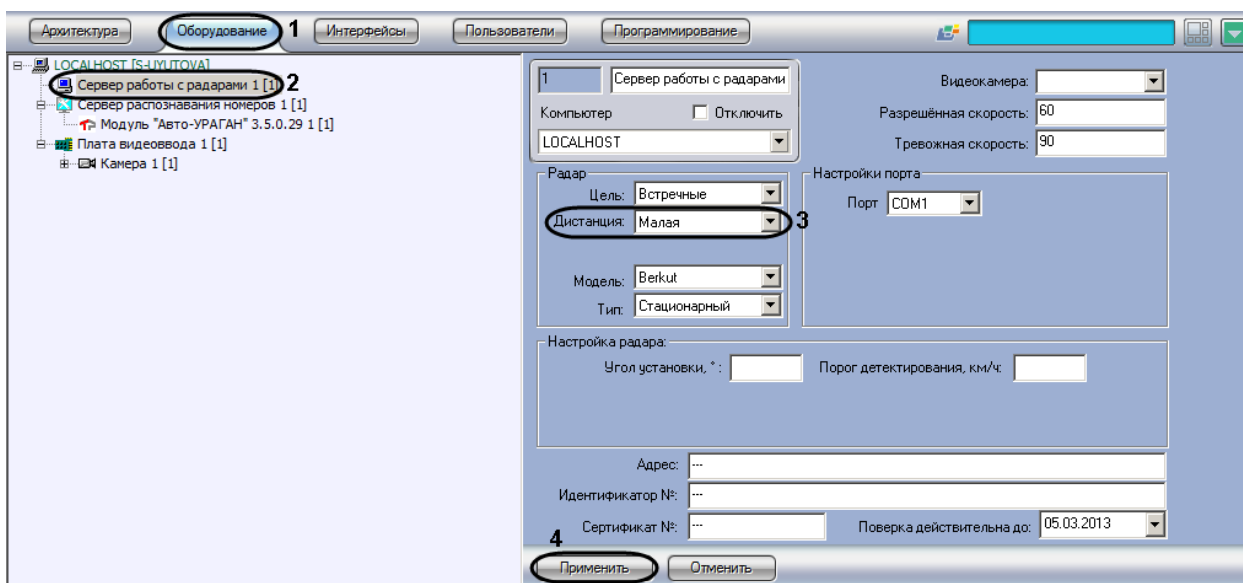

Рис. 7.3—8. Выбор дистанции для определения скорости движения транспортного средства
1. В диалоговом окне «Настройка системы» перейти на вкладку «Оборудование» (см. Рис. 7.3—8, 1).
2. В дереве объектов на вкладке «Оборудование» выбрать объект «Сервер работы с радарными», соответствующий настраиваемому программному модулю «Радар» (см. Рис. 7.3—8, 2). В правой части вкладки «Оборудование» отобразится панель настройки выбранного объекта.
3. В списке «Дистанция» выбрать расстояние от устройства «Радар» до места определения скорости движения транспортного средства, на котором требуется определять скорость движения (см. Рис. 7.3—8, 3).